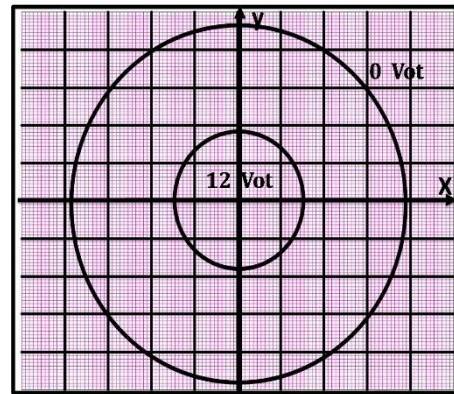

Figure 4
B) Dans cette partie, on trace le champ électrique en fonction de la distance entre deux électrodes cylindriques. L'électrode intérieure est de rayon $R_1 = 6$ cm et l'électrode extérieure est de rayon $R_2 = 16$ cm, elles sont branchées aux bornes d'un générateur de tension 12 Volt (voir Figure4).